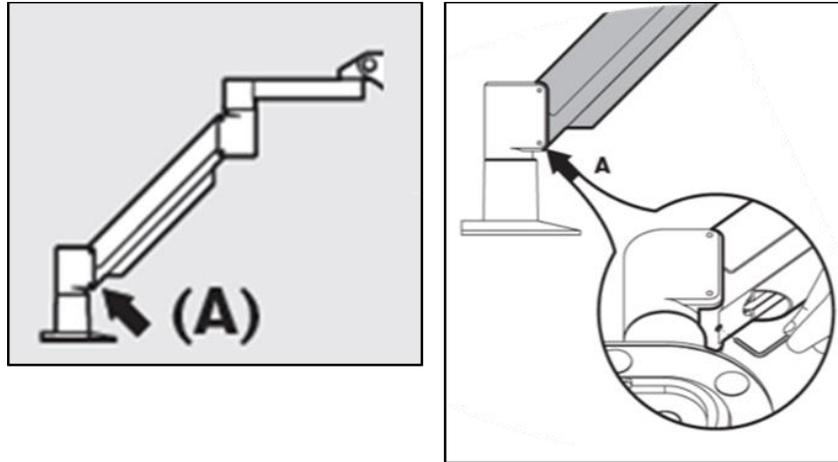

Figure 4-5. Desserrer la vis de réglage de contrepoids A
- Si le bras **s'affaisse lentement**, relevez-le au maximum de sa plage de mouvements et desserrez la **vis de réglage de contrepois A** en la tournant d'au moins un ½ tour. Utilisez une clé Allen 3/32. Voir la figure 4-5.
- Soulevez le bras dans sa position la plus élevée et serrez **la vis de réglage de contrepois A** jusqu'au contact, puis serrez de $\frac{1}{2}$ à $\frac{3}{4}$ de tour maximum. Voir la figure 4-5.